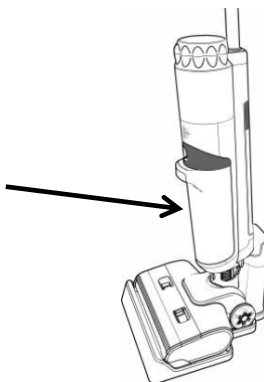

Fig. 9
3. Druk de tank op zijn plaats totdat deze op zijn plaats klikt (Fig. 9).